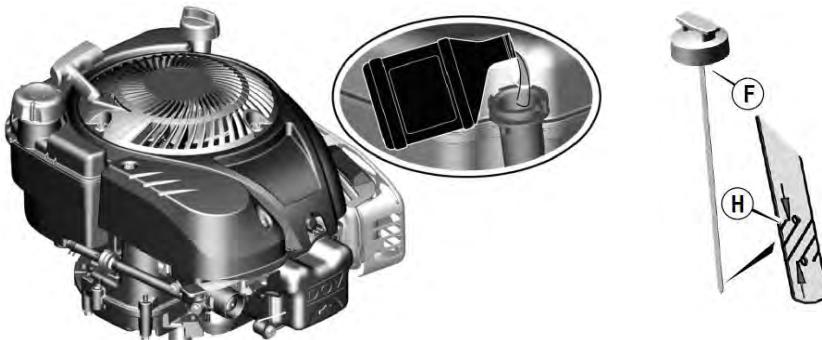

Рис.5
Перед тем, как использовать косилку, каждый раз проверяйте уровень масла и при необходимости необходимо долить моторное масло SAE30. Чтобы проверить уровень масла, просто открутить масляный щуп (F), протрите тряпкой, вставьте и затяните щуп. Выньте щуп и проверьте уровень масла. Он должен быть в верхней части индикатора заполнения (H) на масляном щупе рис.5. Если уровень низкий, медленно долейте масло медленно в отсек. Не переливайте. После добавления масла, подождите одну минуту, а затем снова проверьте уровень масла.
6. Залейте рекомендованное масло до верхней границы заливной горловины и проверьте уровень масла, который должен находиться в верхней части индикатора заполнения (H) на указателе уровня (Рис.5)